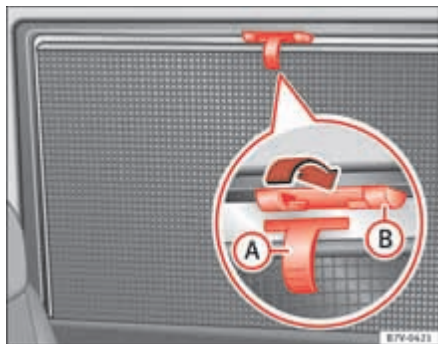

Fig. 65 En la ventanilla trasera derecha: cortinilla.
- Tire de la cortinilla por el asa saliente ⇒ fig. 65 (A) completamente hacia arriba.
- Enganche la varilla de sustentación por ambas argollas en los alojamientos previstos (B). Compruebe que la cortinilla bajada esté enganchada de forma segura en los alojamientos previstos (B).